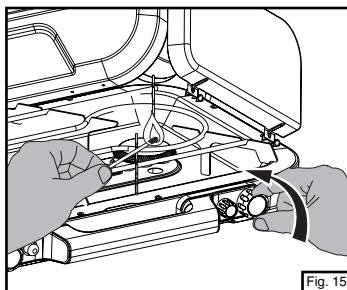

Fig. 15
- Mantenga el fósforo encendido cerca del quemador y abra la válvula del quemador. (Fig. 15)